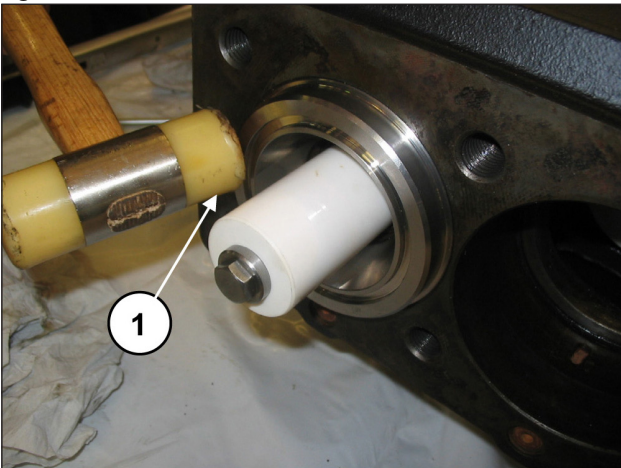

Fig. 141
S'assurer que le dispositif de blocage chemise-support se positionne correctement au fond du logement (rep. ①, Fig. 141).